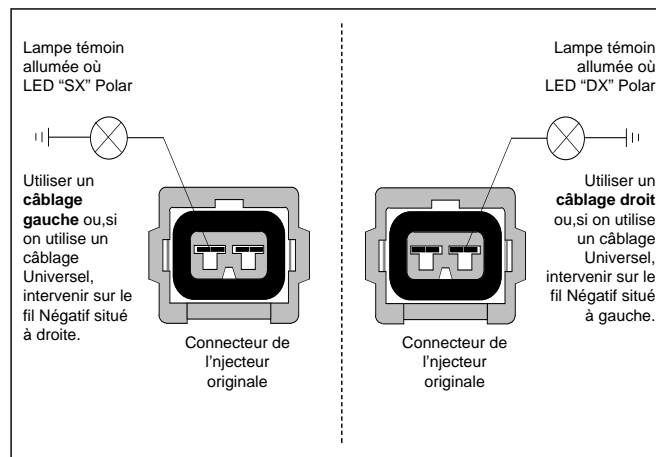

Fig. 47
Le câblage du système Sequent (fig. 47) est particulièrement étudié
Avec référence à la figure 47 il est nécessaire de:
- Si, en regardant ce connecteur comme en figure 47 (attention à l'orientation des dents de référence!!!) le fil alimenté à +12V est à droite, utiliser un Câblage DROIT (code 06LB50010102). Si, d'autre part, on est en train d'installer un Câblage Universel, il faudra couper le fil Négatif (situé à gauche).